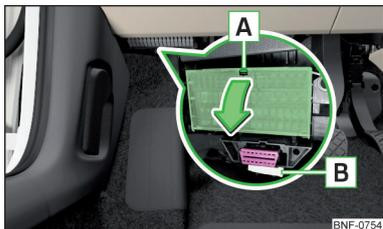

Fig. 167
Los fusibles se encuentran debajo del volante en la parte inferior del cuadro de interruptores » fig. 167.
- › Presione la orejeta **A** » fig. 167.